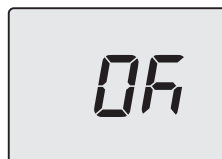

Figura 9.6
- Premendo il tasto 18 (Figura 9.1) si ottiene la conferma del valore inserito. Il display visualizzerà per 5 sec. quanto segue (Figura 9.6) poi, si porterà al livello superiore.